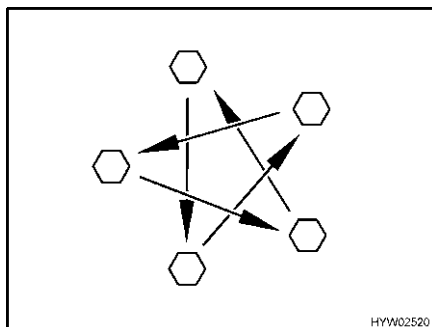

Fig. 228 Serrer en croix les écrous ou les boulons de roue
- Vérifier régulièrement le serrage des écrous ou des boulons de roues. Resserrer alternativement et en croix (Fig. 228) tous les écrous ou les boulons de roue 50 km après le changement d'une roue.
- ▷ Serrer en croix les écrous ou les boulons de roue (Fig. 228).